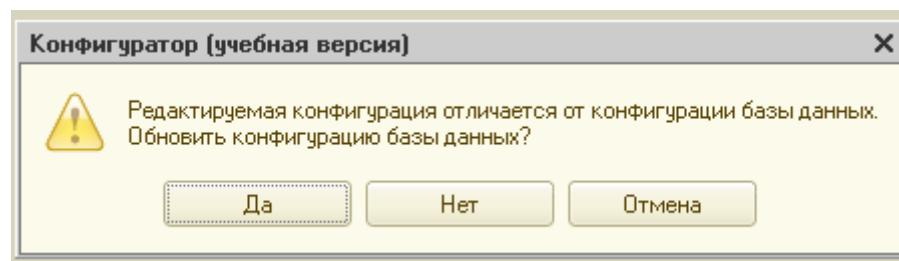
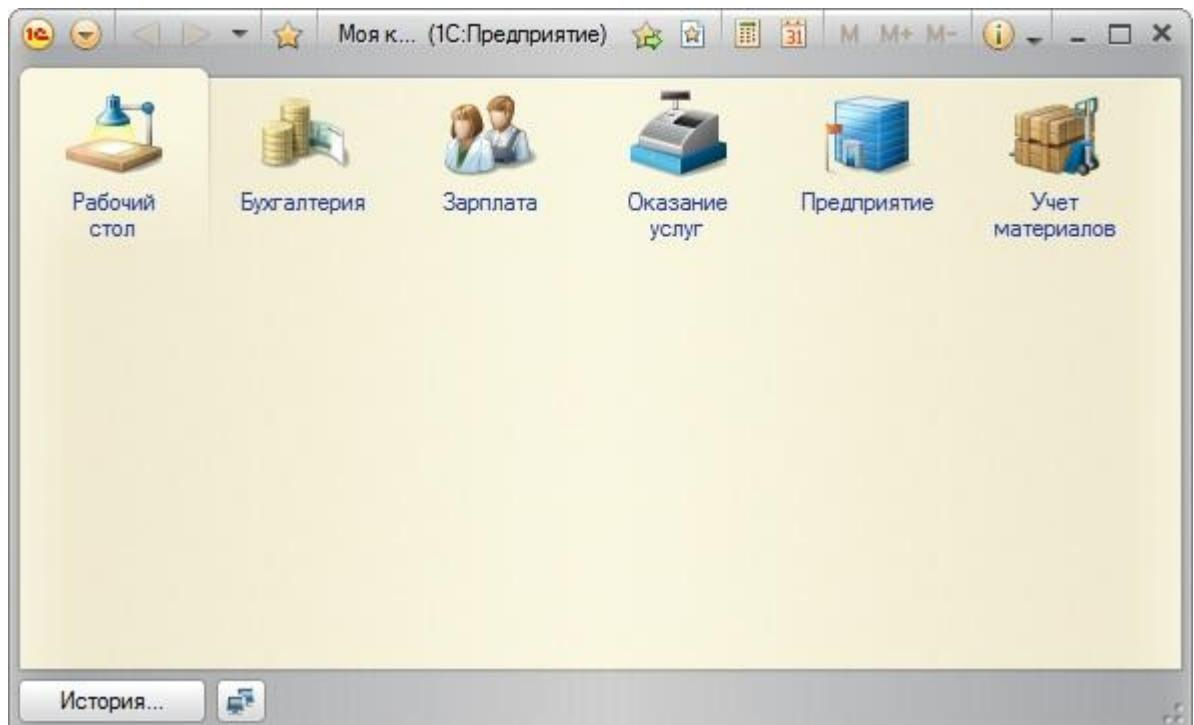

Рисунок 17 Сообщение об обновлении конфигурации
Рисунок 18 Вид приложения в режиме «1С:Предприятие»
4. Проверьте результат в режиме «1С:Предприятие» (рис. 17). Если система предупредит об изменениях в конфигурации (рис. 18), нажмите кнопку «Да».